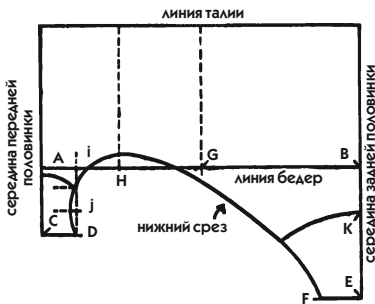

Рис. 780
- Из величины обхвата бедер вычтите 3 см и разделите эту величину пополам ( $95 - 3 = 92$  см; половина = 46 см). Это и будет расстояние между вертикальными линиями, означающими середины передней и задней половин трусов (см. рис. 780).
8. От D до F проведите *линию нижнего среза* трусов, как показано на рис. 780, учитывая, что максимальные цифры, приведенные ниже, соответствуют средним размерам фигуры. Но мы пойдем по нисходящей для достижения самых маленьких цифр, соответствующих маленьким размерам фигуры.
- На передней половине (см. рис. 780) проведите изогнутую линию на 1 см ниже засечки А через середину отрезка iJ.